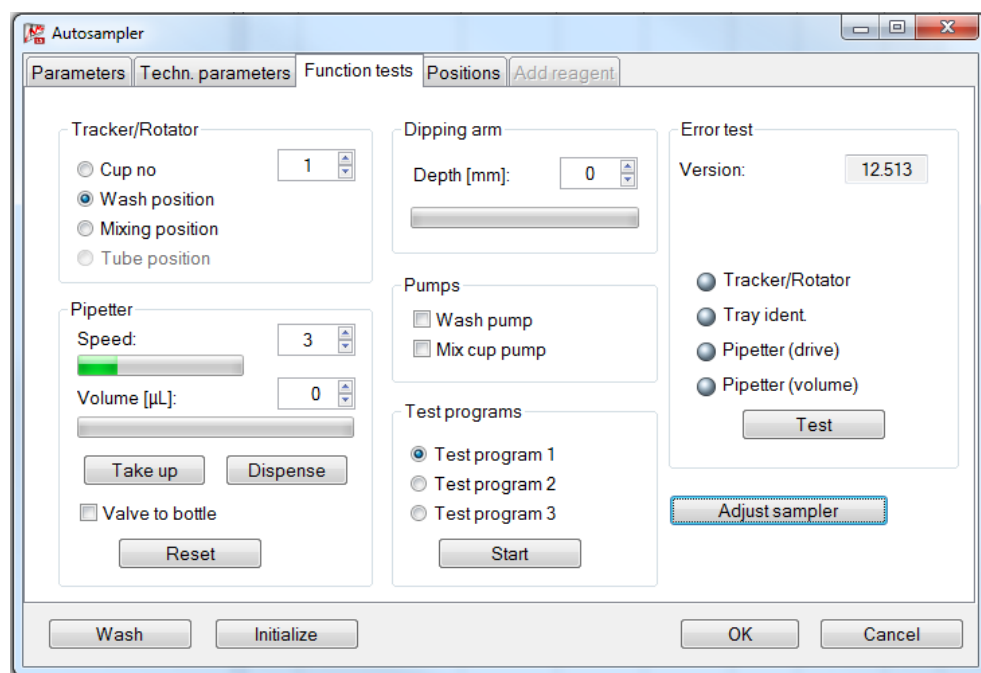

Рис. 69 Окно АВТОСАМПЛЕР (AUTOSAMPLER), вкладка ФУНКЦИОНАЛЬНЫЕ ТЕСТЫ (FUNCTION TESTS)
3. В ПО ASpect LS щелкните , чтобы открыть окно АВТОСАМПЛЕР (AUTOSAMPLER). Перейдите на вкладку ФУНКЦИОНАЛЬНЫЕ ТЕСТЫ (FUNCTION TESTS) (Рис. 69 на стр. 122).